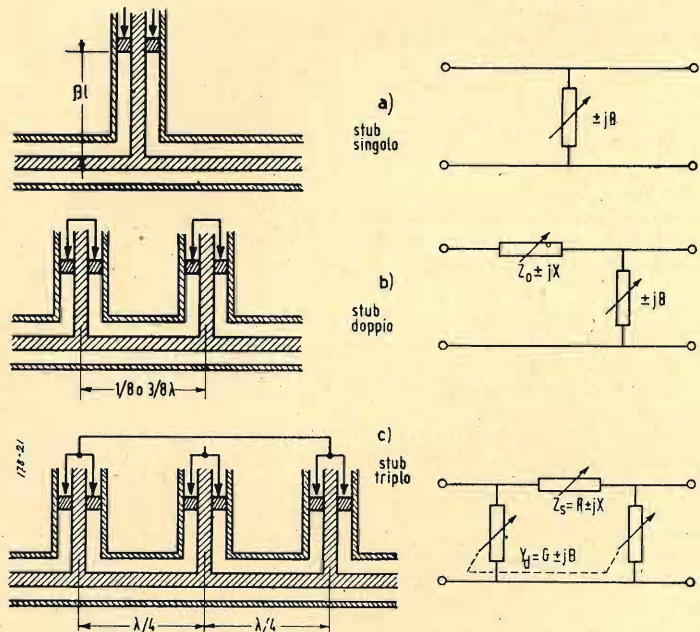

Fig. 15-a-b-c. - Trasformatori « stub » e circuiti equivalenti.
Uno stub singolo mobile è usato bene solo per una linea bifilare, ma non è consigliabile per linee coassiali perché non sarebbe facilmente possibile muovere lungo la linea. Per linee coassiali è preferibile l'uso di due stub ciascuno dei quali viene fissato in una posizione lungo la linea e sono aggiustabili in lunghezza. La separazione degli stubs è talvolta un quarto d'onda ma spesso è  $1/8$  o  $3/8 \lambda$  (doppio stub) (fig. 15-b).
Un buon trasformatore per l'adattamento di due impedenze qualsiasi può essere realizzato collocando 3 stubs in parallelo alla linea (fig. 15-c) spaziatosi fra loro di  $1/4$  d'onda (triplo stub). L'aggiustamento viene fatto per tentativi fino ad avere il minimo rapporto di onde stazionarie. In fig. 15, a fianco, sono riportati i circuiti equivalenti dello stub singolo, doppio e triplo (1).